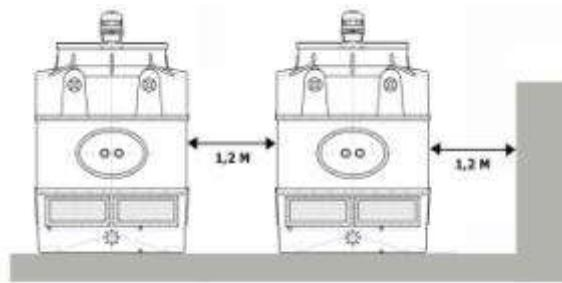

Fig. 20
- d) Due to reasons of operation and maintenance, a distance of, at least, 1,2 meters must be kept between the tower and the nearby walls or between two towers (Figure 20).
- d) Pour des raisons de fonctionnement et d'entretien, on doit garder, au minimum, une distance de 1,2 mètres entre la tour et les murs autour ou entre les tours elles mêmes (figure 20).